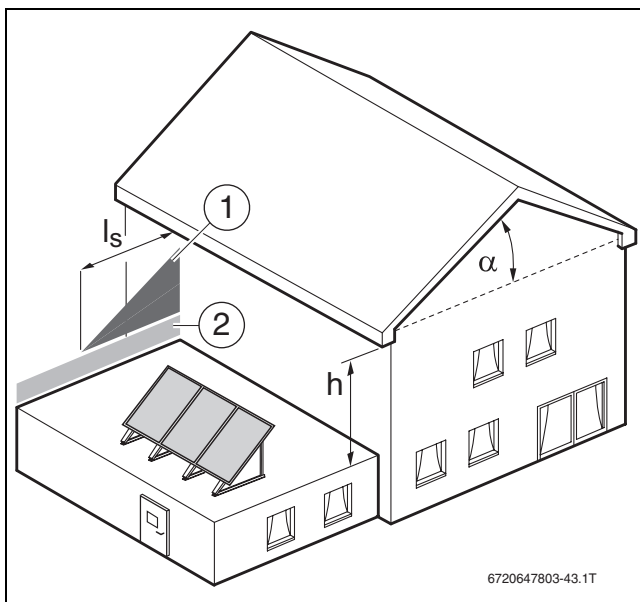

Fig. 13
- Evitar desníveis (→ fig. 13).
Em caso de desníveis de telhados, devem ser evitadas cargas de neve deslizantes a partir de uma inclinação do telhado de $\alpha > 15^\circ$. O comprimento da carga adicional devido a uma carga de neve deslizante resulta do desnível (\rightarrow fig. 13): $l_s = 2 \times h$